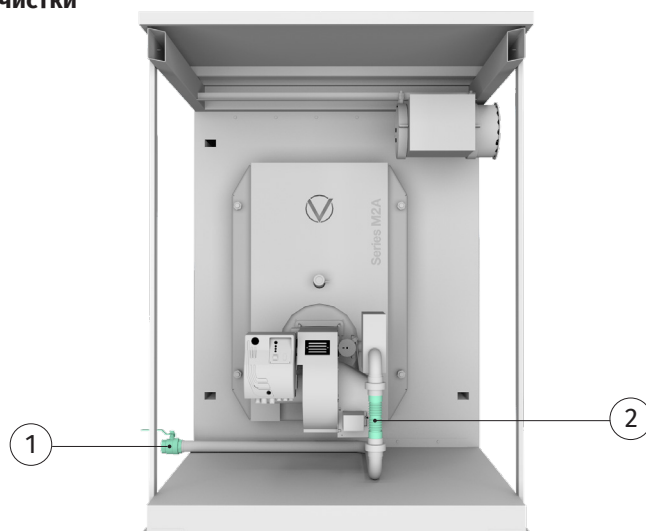

Рисунок 5. 1 – газовый шаровый кран; 2 – труба подключения газа.
1. Отсоединить трубу подключения газа. При открытии в левую сторону необходимо демонтировать газовый шаровый кран (Рисунок 5). При открытии в правую сторону проверить, не будет ли упираться поворотная камера в воздухоподогреватель. При необходимости демонтировать его.